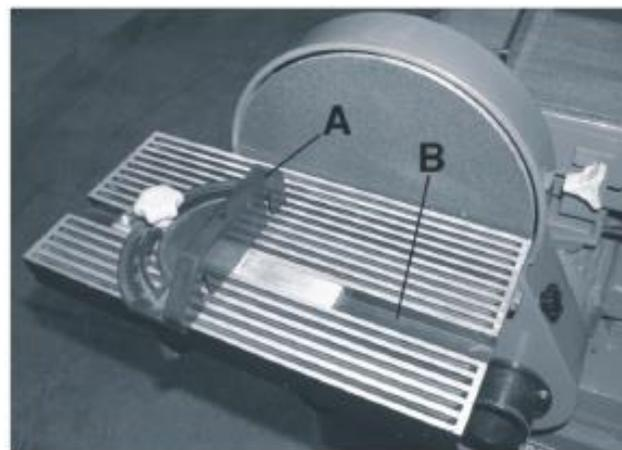

Рис. 10
Вставить узел поворотного упора (A), рис. 10, в паз наклоняемого стола. Сейчас поворотный упор готов к использованию.